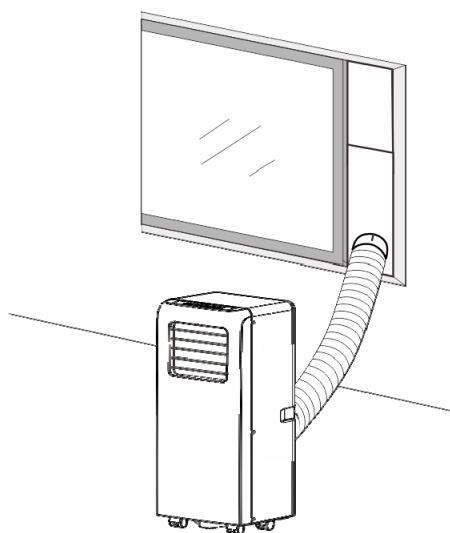
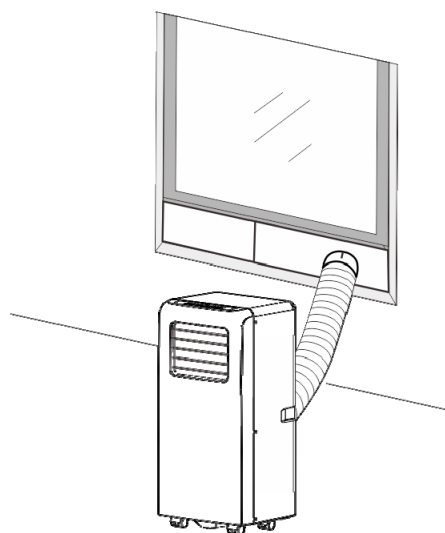

Fig.2
Fig.2a
- 2) Como se muestra en la Fig. 2 y la Fig. 2a, instale la manguera de escape y ajuste bien la posición de la ventana.